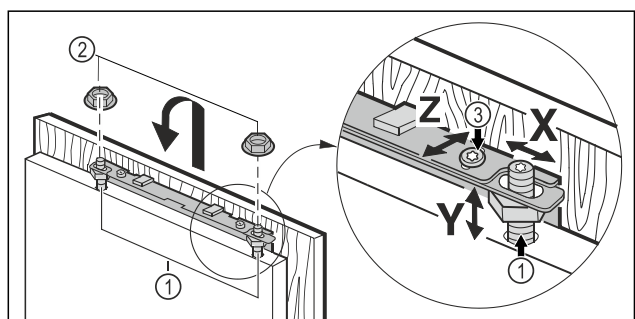

Fig. 45
- ▶ Hang de meubeldeur aan de stelbouten Fig. 45 (1) en draai de borgmoeren Fig. 45 (2) losjes op de stelbouten.
- ▶ Meubeldeur in de hoogte **Y** en in de zijdelingse schuifte uitlijnen: Stelbouten Fig. 45 (1) met een schroevendraaier instellen.
- ▶ Draai de borgmoeren Fig. 45 (3) vast.